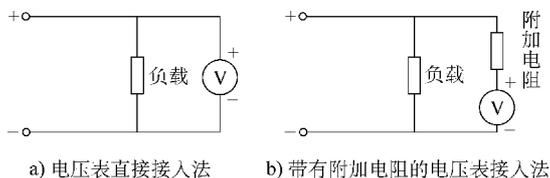

图 2-5 直流电压的测量
1) 直流电压的测量：测量直流电压时，电压表的接法如图 2-5 所示。